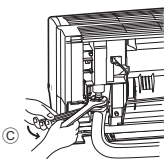

Fig. 3-9
3. Mirando en el sentido en que se retirará el tubo de conexión en L ④, realice una conexión rápida en la abertura abocinada de conexión de la unidad interior.
4. Apriete la tuerca abocardada con doble llave de boca. (Fig. 3-9)
2. Introduzca la tuerca abocardada que se había retirado anteriormente en el lado recto del tubo de conexión en L ④ y luego abocine el extremo del tubo.
5. Conecte rápidamente el tubo de conexión en L ④ que se ha procesado según se describe en la parte 2) en la abertura abocinada de conexión de la unidad interior.
6. Apriete la tuerca abocardada con doble llave de boca. (Fig. 3-9)